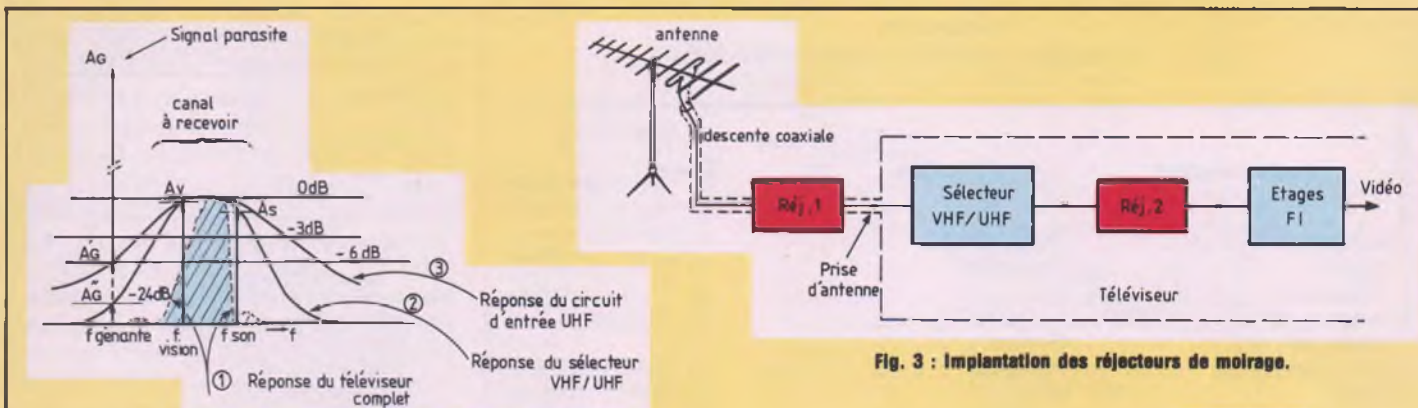

Fig. 1 : Différentes sélectivités d'un téléviseur selon l'étage intéressé par les signaux captés par l'antenne.
sélecteur VHF-UHF n'est pas encore assez grande pour éliminer complètement les fréquences environnantes. Ainsi, si nous nous reportons à l'exemple de la figure 1, les différences de niveau entre les signaux peuvent expliquer la possibilité d'un moirage : la réponse globale (1) du téléviseur semble éliminer tous les composantes extérieures au canal à recevoir ; cette propriété est due au gabarit particulier des étages FI. La sélectivité (2) du sélecteur VHF/UHF est évidemment moins grande et n'affaiblit pas tout à fait la fréquence gênante (niveau  $A''_G$  à  $-24$  dB du niveau réel  $A_G$ ). Mais au niveau de l'entrée UHF, le seul circuit qui s'y trouve – quand il s'y trouve ! – n'affaiblit guère (voir courbe 3).